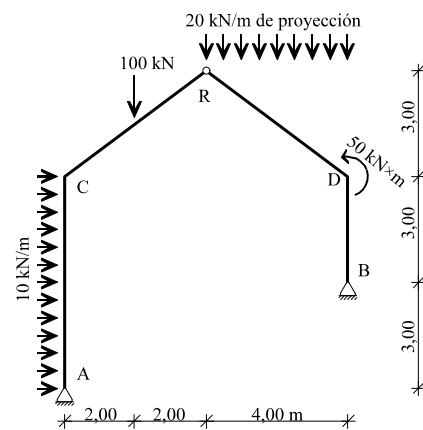

Figura 2
2) Dibujar y acotar las leyes de esfuerzos en el pórtico triarticulado de la figura 2.